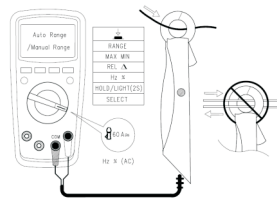

图11
- *. 60A交直流电流卡钳测量(见图11), 用附件配置的电流卡钳, 按图示连接进行测量。(仅适用于UT139C)